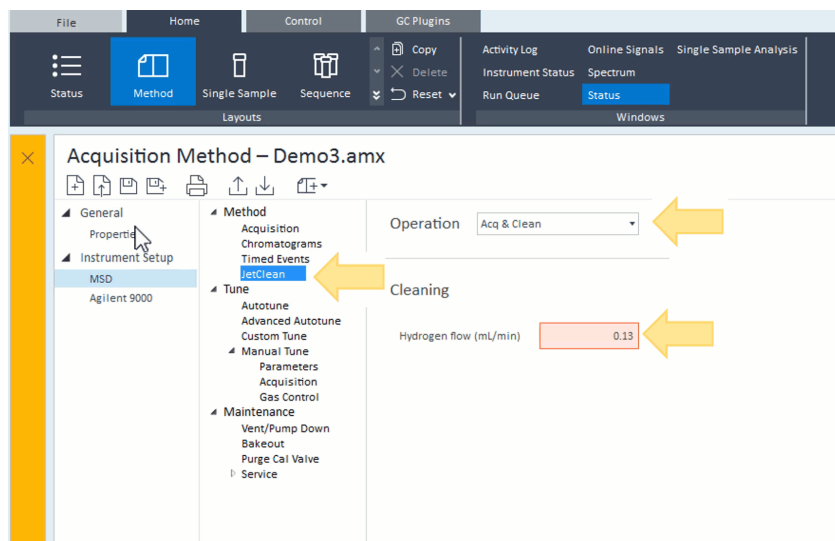

Рис. 33. Параметры метода сбора данных
- c Нажмите **JetClean**, затем в выпадающем списке **Операция** выберите **Сбор и чистка**. Этот параметр недоступен, если МСД не сконфигурирован для работы с контроллером расхода газа. (См. Рис. 33.)